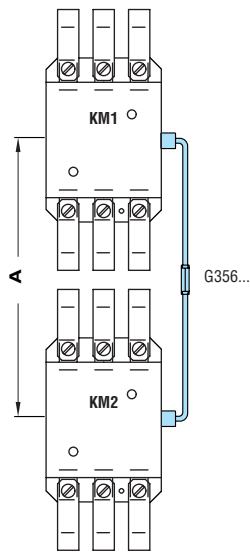

Fig. 1
(Fig. 1, 2 e 3)
**INTERASSE A [mm] - Per contattori con protezione dei terminali (Fig. 1)**